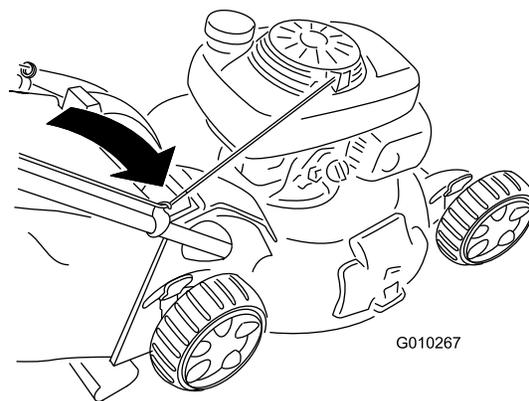

Figura 30
2. Pase la cuerda de arranque alrededor de la guía de cuerda inferior (Figura 30).